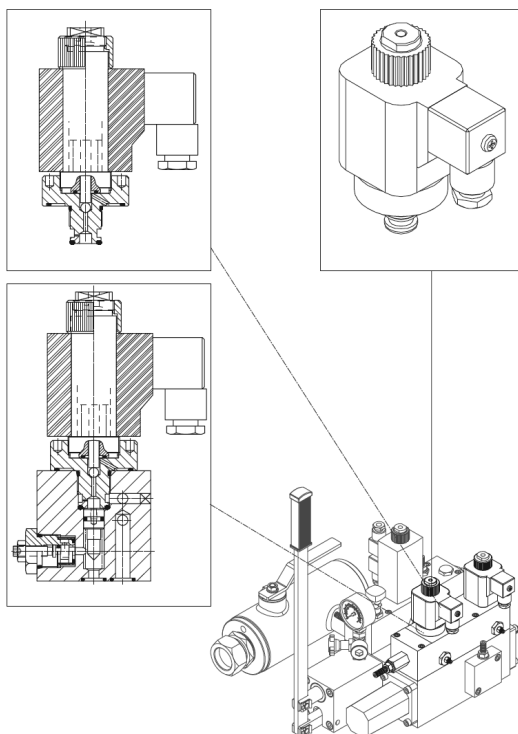

Fig. 53 – Blocchetto per avviamento  – Δ o soft starter
- Montare al posto del tappo "A" il dispositivo  -  (Fig. 53), senza chiudere il foro dove era la vite "B":